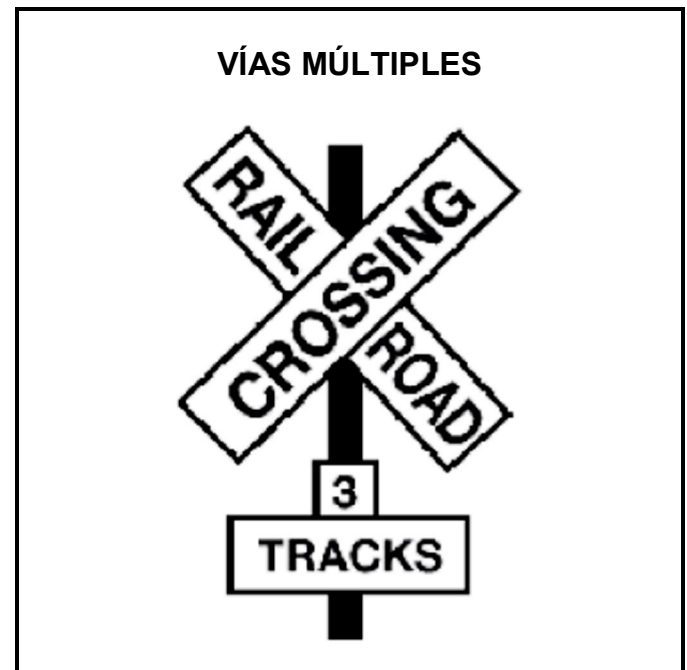

Figura 11.7
**Señales en forma de cruz.** Esta señal marca el punto exacto de intersección entre el cruce de ferrocarril y la carretera. Requiere que usted ceda el derecho de paso al tren. Si no hay una línea blanca pintada en el pavimento, usted deberá parar el autobús escolar antes de la señal en forma de cruz. Cuando la carretera cruce sobre más de un juego de vías, un letrero debajo de la señal en forma de cruz indicará el número de vías. Vea la figura 11.7.